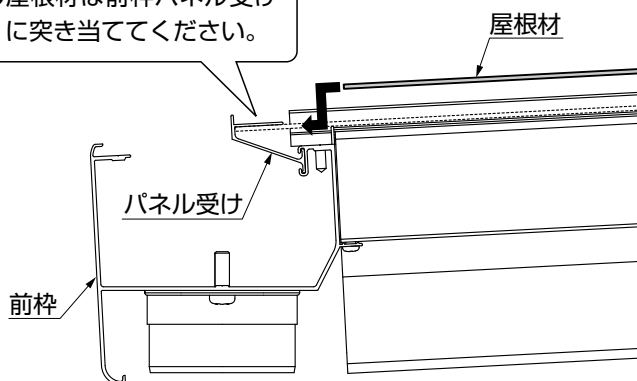

図6-4 前枠側
- ②屋根材を前枠のパネル受けに差込んでください。(図6-4参照)